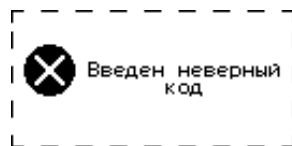

Рисунок 22 – Сообщение о вводе неправильного пароля удаленного доступа.
3) Если набран правильный пароль, прибор переходит в режим конфигурации, звучит длинный сигнал, на ЖК-дисплее будет отображаться экран ожидания ввода команды конфигурации. Если набран не правильный пароль, на ЖК-дисплей выводится сообщение об ошибке и звучит сигнал ошибки (рисунок 22).